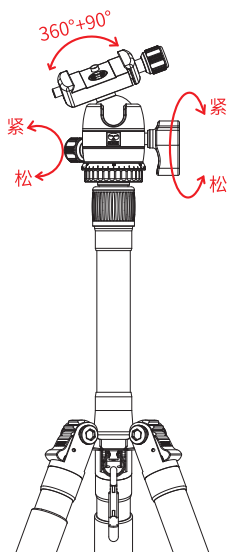

图5-1
①在云台上安装已连接快装板的相机,并用手扶住相机。
②在支撑球有合适阻尼的情况下晃动球体至您想要的拍摄位置,然后锁紧主旋钮(如图5-1所示)。